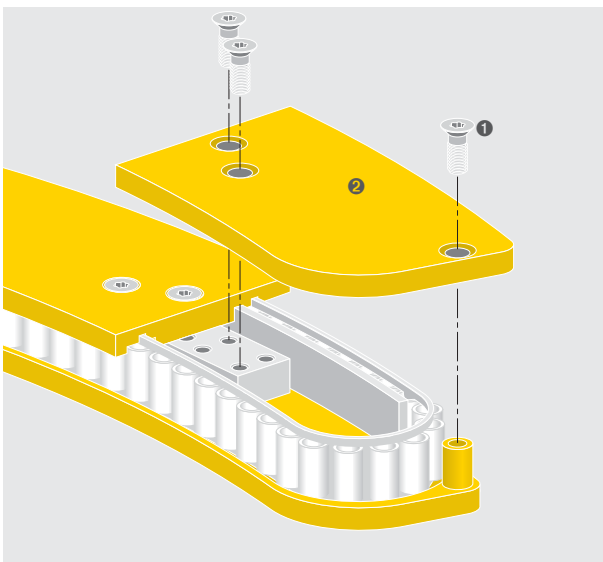

Abbildung 7.2.1
3. Am Kurvein- oder -auslauf die Befestigungsschrauben (1) des oberen Führungsplattensegmentes (2) herausdrehen und Segment abnehmen (Abb. 7.2.1).
5. Führungsplattensegment (2) anschrauben.